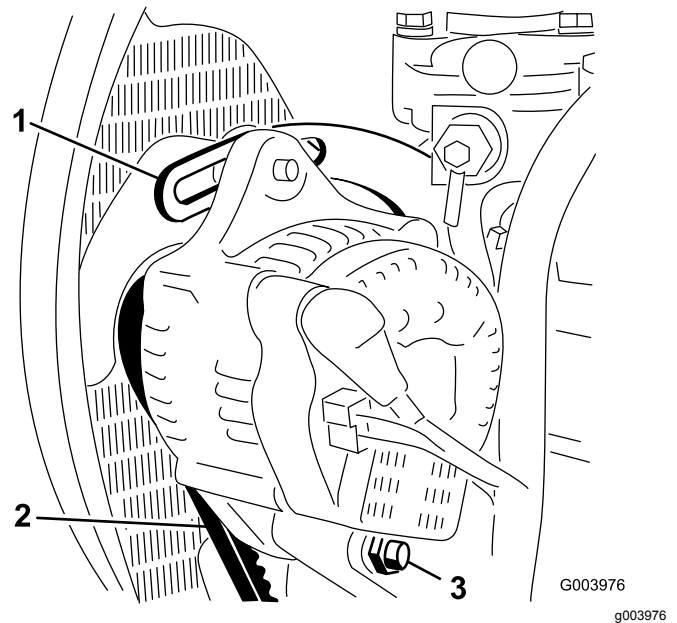

Bild 68
2. Prüfen Sie die Spannung des Treibriemens, indem Sie eine Kraft von 10 kg in der Mitte zwischen der Lichtmaschine und der Kurbelwellenscheibe ansetzen (Bild 68).
3. Lockern Sie die Schraube, mit der die Strebe am Motor befestigt ist (Bild 68) sowie die Schraube, mit der die Lichtmaschine an der Strebe und der Drehschraube befestigt ist.